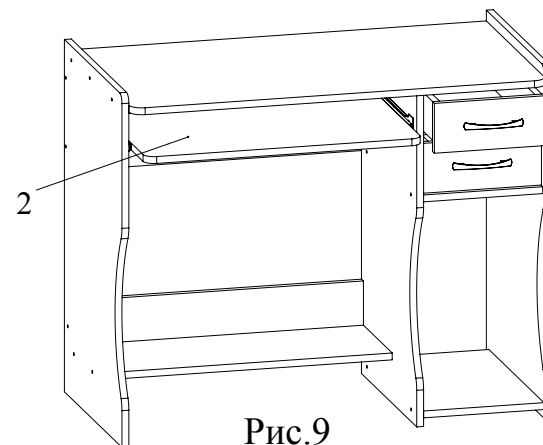

Рис.9
- Ящики и выдвижную полку установить на направляющие стола (Рис.9).